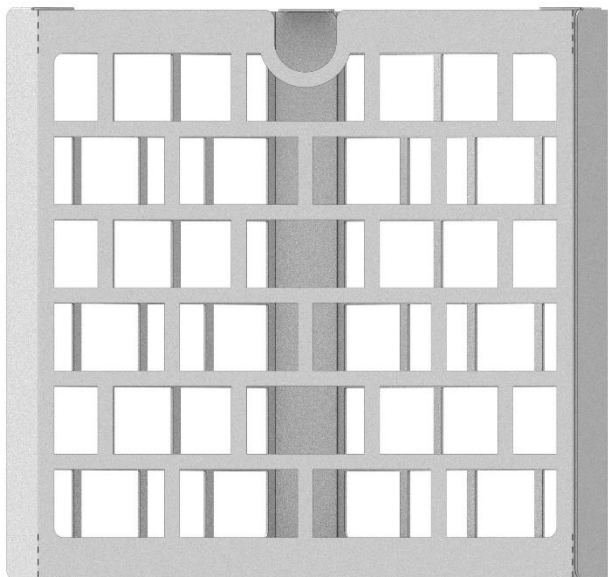
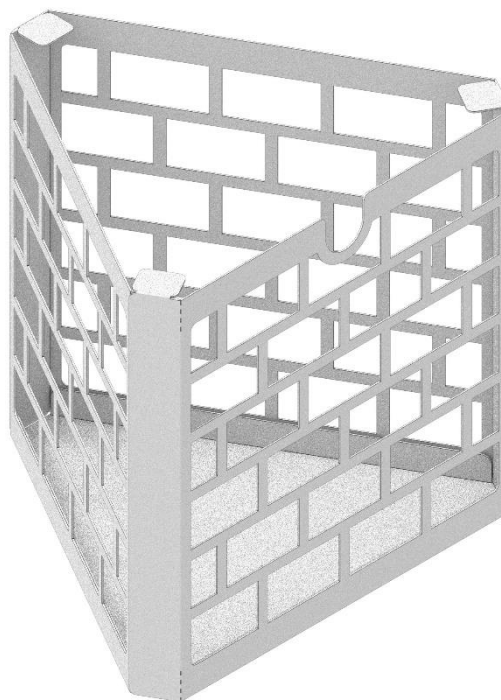

Рис. 6. Вид спереди
Рис. 7. Изометрическая проекция.
2) Сетка для камней – цилиндр треугольного сечения, с прорезанными стенками, для заполнения обвалованным жадеитом мелкой фракции или шариками из нержавеющей стали (Рис. 6. Сетка для камней – вид спереди., Рис.7. Сетка для камней – изометрическая проекция).